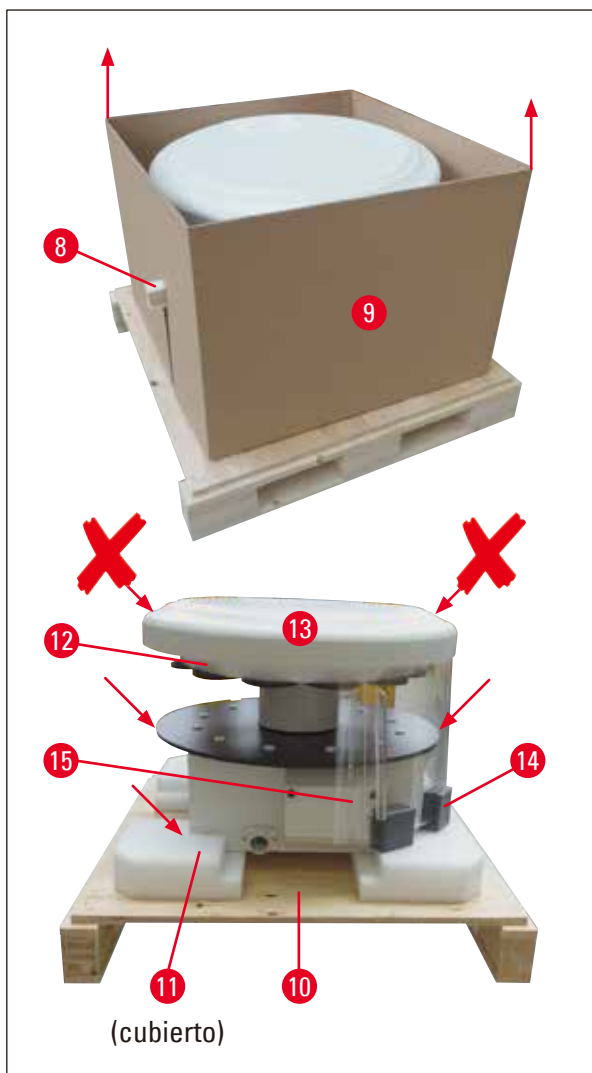

Fig. 11
- ¡Para elevar el equipo (con 2 personas), asirlo de la plataforma de contenedores de reactivos o de la parte inferior de la carcasa (véase la figura inferior (→ Fig. 11), ↘ ↙) y alzarlo de la placa base (→ Fig. 11-10).